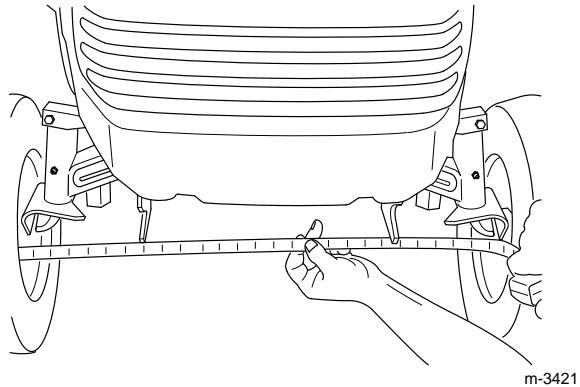

Abbildung 42
Die Beibehaltung der richtigen Vorspur am Vorderrad ist wichtig für die Sicherheit, die Funktion der Smart Turn™ -Lenkung und die einfache Bedienung. Wenn es zu ungleichmäßigem Reifenverschleiß, Reibung auf dem Rasen oder schwergängiger Lenkung kommt, kann eine Einstellung erforderlich sein. Die Vorspur alle 100 Betriebsstunden bzw. einmal pro Jahr kontrollieren, je nachdem, welcher Fall zuerst eintritt (Abb. 42).
4. Den Abstand zwischen den beiden Vorderreifen in Achszapfenhöhe messen (vorne und hinten an den Rädern) (Abb. 42).